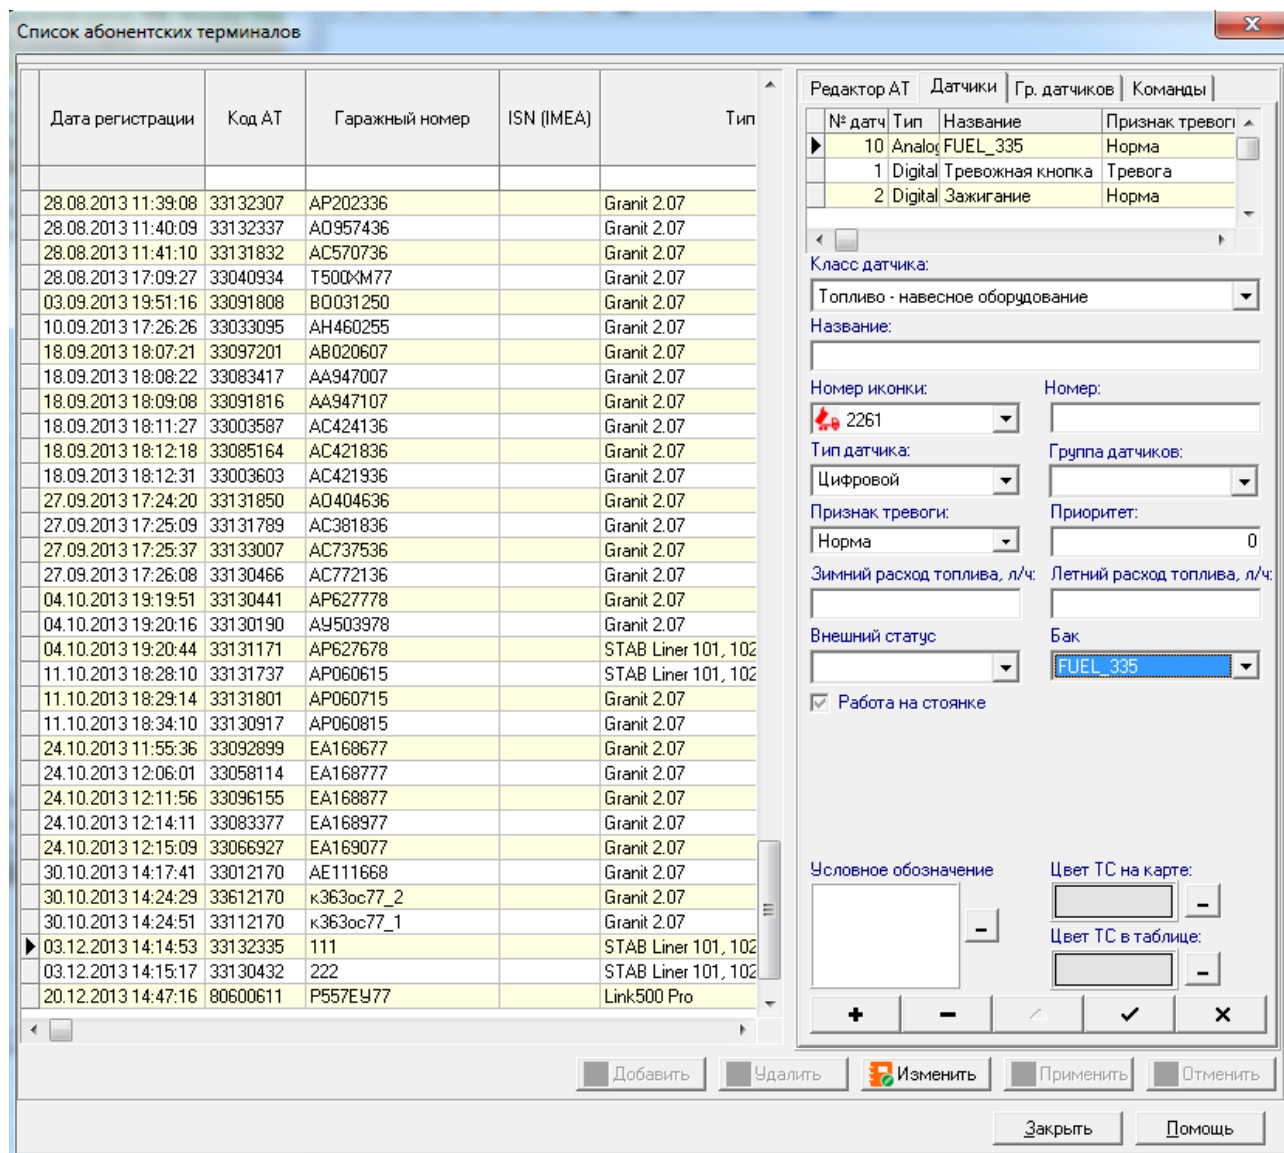

Рисунок 27 – Форма «Список абонентских терминалов» с активной вкладкой «Датчики» и цифровым датчиком «Топливо - навесное оборудование»
- б) Цифровой датчик «**Топливо-навесное оборудование**». Датчики этого класса учувствуют в алгоритме учета расхода топлива на работу навесного оборудования ТС. Они фиксируют моменты времени включения и выключения навесного оборудования. Рисунок 27 иллюстрирует набор полей вкладки «Датчики» при выборе данного класса датчика. Отдельного комментария требует заполнение поля «Бак», в котором установлен аналоговый датчик. Здесь выполняется выбор бака, топливо которого используется для работы навесного оборудования ТС;